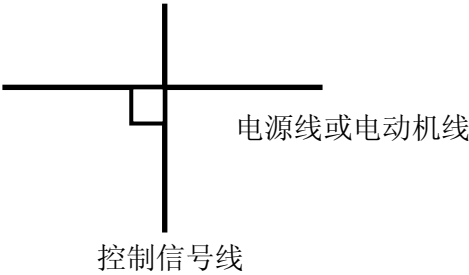

图 3-16 系统配线要求
- (1) 变频器到电动机的电缆线(U、V、W 端子引出线)应尽量避免与电源线(L1、L2、L3 端子输入线)平行布线。应保持 30 厘米以上的距离。
- (2) U、V、W 端子三根电机线尽量置于金属管或金属布线槽内。
- (3) 一般控制信号线应采用屏蔽电缆，屏蔽层与变频器 PE 端相连后，以靠近变频器侧单端接地。
- (4) 变频器 PE 端接地电缆必须直接与接地板相连, 不得借用其它设备接地线接地。
- (5) 强电电缆(L1、L2、L3、U、V、W) 不得与控制信号线平行近距离布线，更不能捆扎在一起，须保持 20~60 厘米（与强电电流大小有关）以上的距离。如果要相交，则应相互垂直穿越，如图 3-16 所示。
- (6) 强电接地线必须与控制信号和传感器等弱电接地线分别独立接地。
- (7) 禁止在变频器电源输入端(L1、L2、L3)上连接其它用电设备。